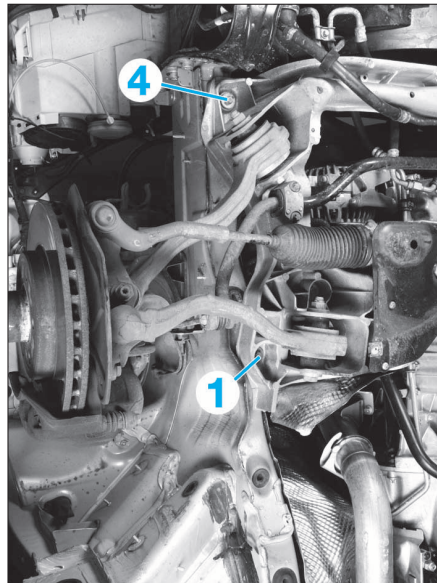

FIG. 16
- les vis de fixation arrière du berceau (1) (Fig.16).
- les fixations avant (4) du berceau (Fig.16).